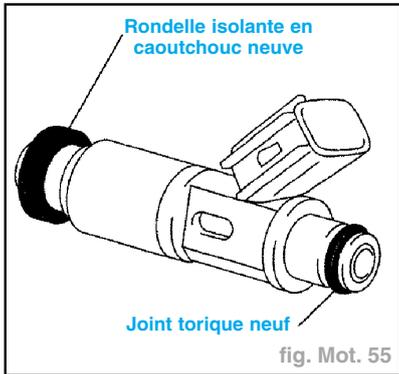

fig. Mot. 55
- Poser une rondelle isolante en caoutchouc neuve sur chaque injecteur (fig. Mot. 55).